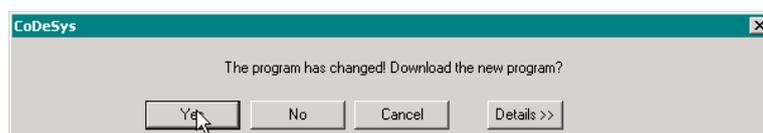

Рис. 24. Предложение загрузить программу
Если проект, открытый в среде CoDeSys в момент **Login**, содержит приложение, хотя бы в какой-то части отличающееся от имеющегося в контроллере, на экран монитора будет выведена диалоговая панель с предложением загрузить новую программу, показанная на рис. 24.
1. Выберите команду **Online–Login**. При успешном соединении на экран будет выведена диалоговая панель, показанная на рис. 24.